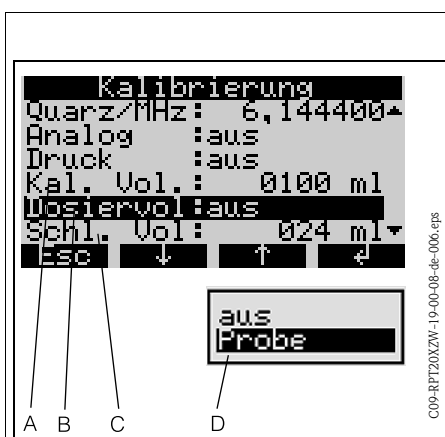

Abb. 19: Menüebene KALIBRIERUNG
Abb. 18: Kalibrierung des Probenvolumens	1. Gerät einschalten (s. Kap. 6.2) 2. Entnahmeschlauch am Gerät anschließen und in einen gefüllten Wasservorratsbehälter legen (s. Kap. 3.3 und Kap. 3.4) 3. Den bereits installierten Pumpenschlauch aus der Schlauchdurchführung herausziehen (→ Abb. 18, Pos. A) und in den bereitgestellten Messbecher führen (→ Abb. 18, Pos. B). 4. Rufen Sie in der Steuerung des Gerätes die Menüebene KALIBRIERUNG auf (→ Abb. 19; über: SET - SERVICE - KALIBRIERUNG). 5. Geben Sie im Menüpunkt KAL.VOL. (→ Abb. 19, Pos. A) das gewünschte Kalibriervolumen ein. 6. Wählen Sie den Menüpunkt "DOSIERVOL" aus (→ Abb. 19, Pos. B).
7. Starten Sie ein Probenahme, indem Sie aus der Auswahlliste (→ Abb. 19, Pos. D) die Funktion PROBE auswählen. Warten Sie, bis der Probenahmezyklus beendet ist.